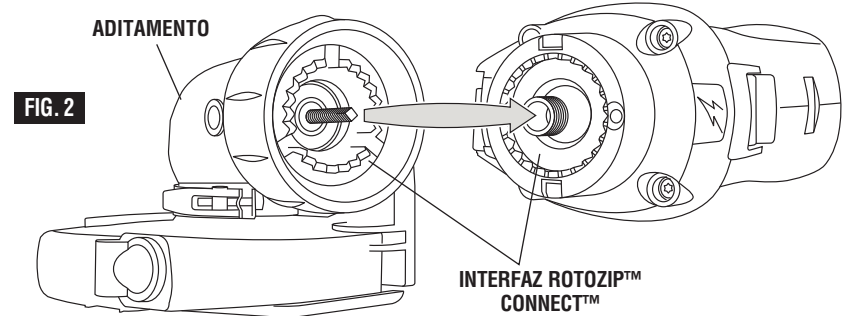

FIG. 2
- Enrosque la tuerca del eje portaherramienta suministrada en el eje de salida apretándola con los dedos, presione el cierre del eje y apriete la rueda con la llave de tuerca suministrada (Fig. 2).